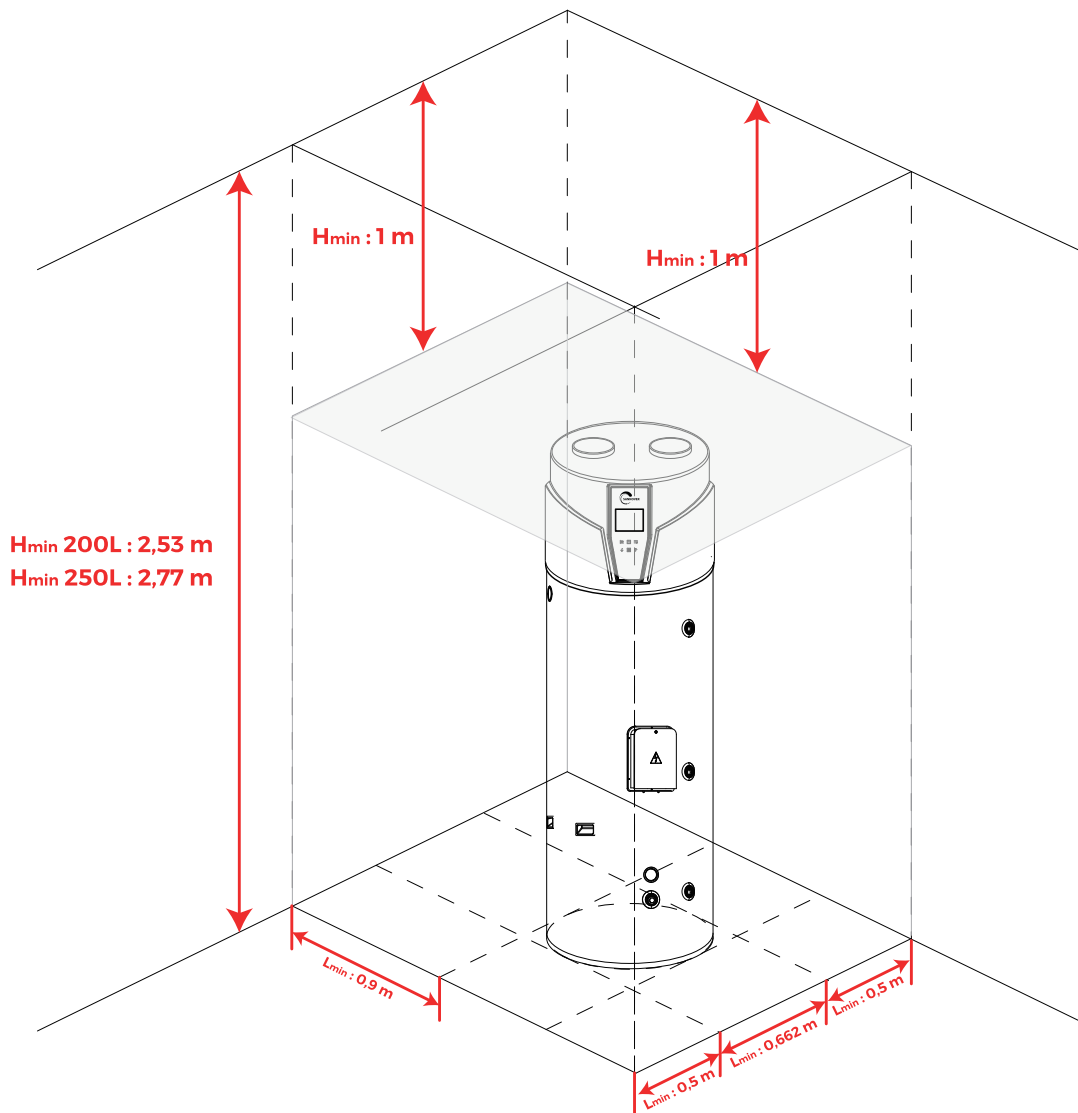

Abb. 4: Empfohlener Installations- und Wartungsbereich
- Sehen Sie freien Raum für die Installation und Wartung vor, wie es in Abb. 4 gezeigt wird.